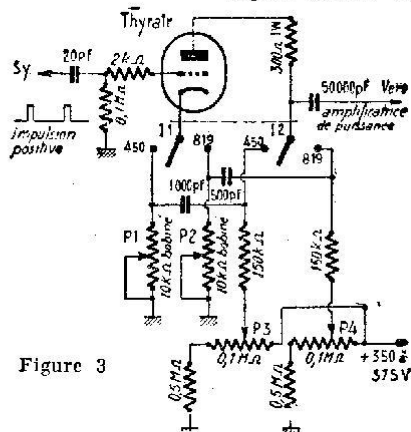

Figure 3
a) Thyatron. Le schéma de la figure 3 représente un générateur à thyatron, dont le commutateur bipolaire à deux positions, I-I, permet de passer de 450 lignes à 819 lignes. On remarquera que
Les schémas des figures 3, 4 et 5 permettent de se rendre compte qu'il est facile de passer d'un montage normal à un montage à commutations. Il est évident, toutefois, que l'on devra effectuer le câblage avec soin, de manière que les capacités para-